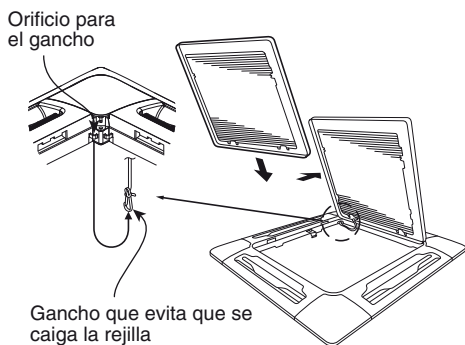

Fig. 7-13
- (2) Utilice los tornillos suministrados para fijar la cubierta de la esquina al panel del techo.
- Asegúrese de fijar el cordón de seguridad en la unidad del panel del techo. Esto evitará que la rejilla de aire se caiga accidentalmente. (Fig. 7-13)